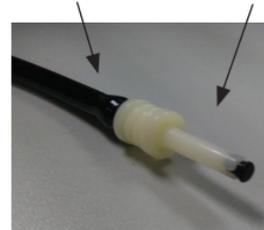

Figura 2.13
3. Connessione Percorso Aria: Prendere un pezzo di tubo per aria (lungo 0.5~1m, diametro $\Phi 8.0\text{mm}/\Phi 4.0\text{mm}$). Collegare il connettore NIBP con un jack al tubo dell'aria. Collegare l'altra estremità al jack a 3 vie. Collegare le altre due estremità del jack a 3 vie ad uno Sfigmomanometro a Mercurio come mostrato in figura 2.13.